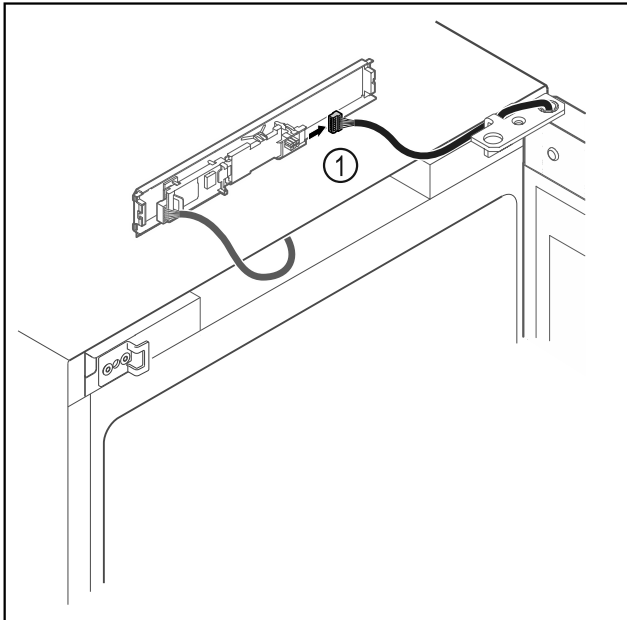

Fig. 14
- ▶ Αποσυνδέστε το φινιρ Fig. 14 (1) από την πλακέτα.